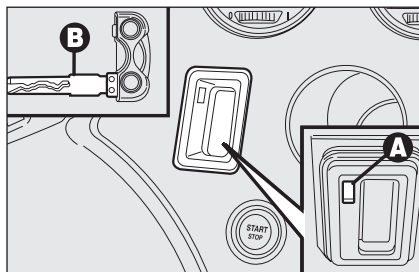

fig. 9
- ☐ inserire l'inserto metallico **B**-fig. 9 della chiave elettronica nella fessura **A**;
AVVERTENZA Non introdurre nella fessura **A**-fig. 9 oggetti diversi dall'inserto metallico **B** della chiave elettronica.